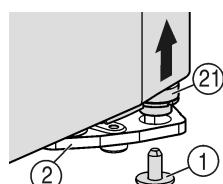
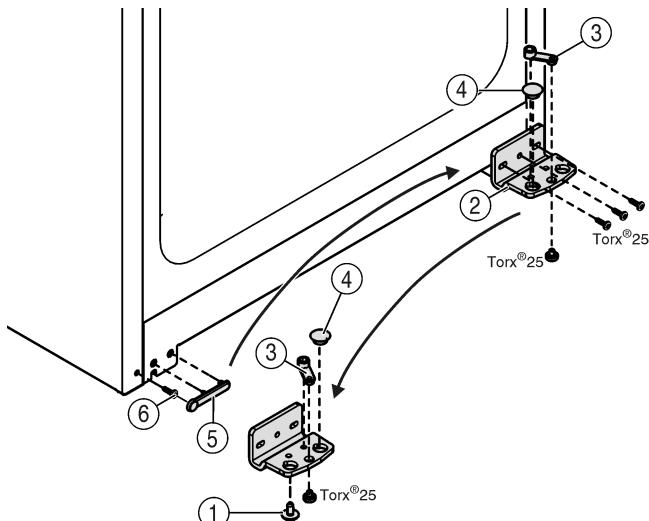

Fig. 5
Fig. 6
- ▶ Внизу справа на опорному кронштейні викрутіть фіксуючий гвинт Fig. 5 (1).
- ▷ Опорний гвинт Fig. 5 (21) можна буде вийняти з опорного кронштейна Fig. 6 (2).
- ▶ Якщо опорний гвинт Fig. 5 (21) не виймається, натисніть на нього знизу.
- ▶ Викрутіть опорну деталь Fig. 6 (2).
- ▶ Відкрутіть опорну деталь Fig. 6 (3) і вставте в протилежний отвір опорного кронштейну, знову пригвинтіть.
- ▶ Вийміть пробку Fig. 6 (4) з опорного кронштейна та переставте її в отвір на протилежному боці опорного кронштейна.
- ▶ Зніміть обережно кришку Fig. 6 (5) з боку ручки.
- ▶ Викрутіть гвинти Fig. 6 (6) і встановіть їх з протилежного боку.
- ▶ Знову вставте кришку Fig. 6 (5).
- ▶ Пригвинтіть опорний кронштейн Fig. 6 (2) на новий бік шарніра (з моментом 4 Нм). За потреби використуйте пристрій для електричного закручування гвинтів.
- Вкрутіть фіксуючий гвинт Fig. 5 (1) знизу в гвинт і затягніть (**з моментом 4 Нм**).